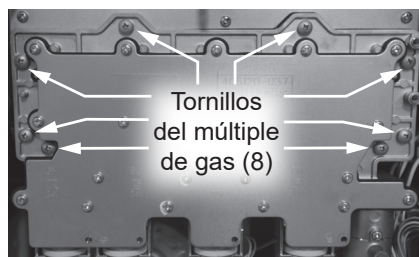

Figura 126 - Retiro de los tornillos del múltiple de gas
- 14 Ubique los ocho tornillos que fijan el múltiple de gas al conjunto de quemador. Retire los tornillos y déjelos a un lado en un lugar seguro para volver a instalarlos. Consulte la Figura 126.